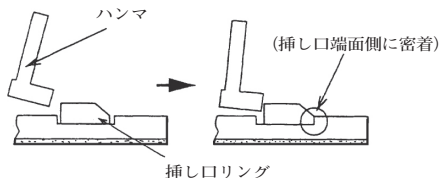

図28 ハンマによる密着方法
- (3) 挿し口リングをロックリング絞り器で絞った状態で、傷つかないようにプラスチックハンマなどを使って図28に示すように溝部の挿し口端面側に密着させる。